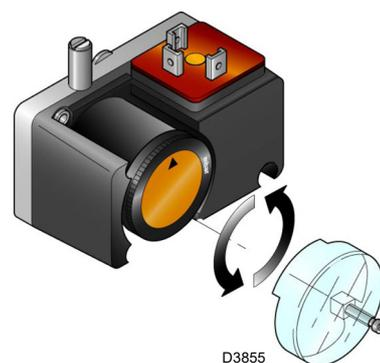

Fig. 36
- Régler le pressostat gaz minimum (Fig. 36 à la page 35) en début d'échelle.
Régler le pressostat gaz minimum (Fig. 36) après tous les autres réglages du brûleur avec le pressostat réglé au début d'échelle.